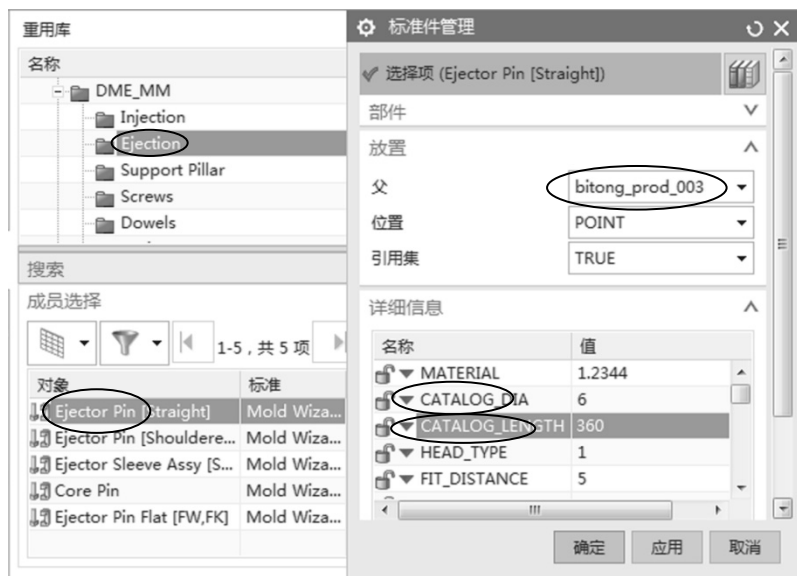

图 16-16 设置顶针参数
(1) 单击“标准部件库”按钮，“名称”选取“Ejection”，在“成员选择”中选取“Ejector Pin [Straight]”，在【标准件管理】对话框中“父”选取“bitong_prod_003”，“位置”选取“POINT”，“引用集”选取“TRUT”，“CATALOG_DIA”为 6mm，“CATALOG_LENGTH”为 360mm，如图 16-16 所示。
取“Ejector Pin [Straight]”，在【标准件管理】对话框中“父”选取“bitong_prod_003”，“位置”选取“POINT”，“引用集”选取“TRUT”，“CATALOG_DIA”为 10mm，“CATALOG_LENGTH”为 250mm，如图 16-16 所示。